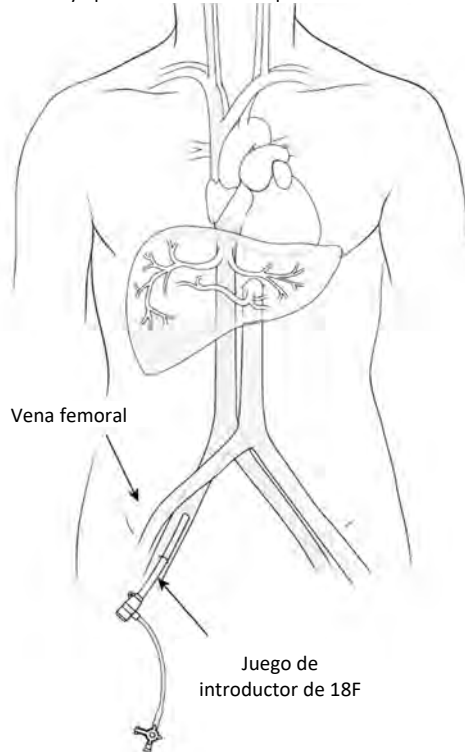

Figura 24
- (a) Usando la técnica de punción de Seldinger y técnicas estándar arteriográficas y fluoroscópicas, coloque el manguito introductor de 18 F en la vena femoral después de una dilatación en serie con dilatadores de 9 F y de 13 F. El manguito venoso puede colocarse en posición ipsilateral o contralateral respecto a la colocación del manguito arterial femoral de 5 F; véase la figura 24. Lave el manguito con solución salina isotónica heparinizada estéril. Se requiere el uso de la guía ecográfica y una sola punción de la pared anterior de la vena femoral sobre la cabeza femoral a fin de asegurar la capacidad de compresión de la vena cuando se retira el manguito. Si se produce una punción suprainguinal inadvertidamente, el procedimiento debe suspenderse y aplazarse a una fecha posterior.